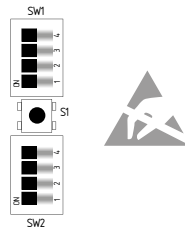

Fig. 3
Réglage du temps (voir Fig. 3 et 4)
- Les DIP switch se trouvent sous le couvercle frontal du module de sécurité (voir Fig. 3 et 4).